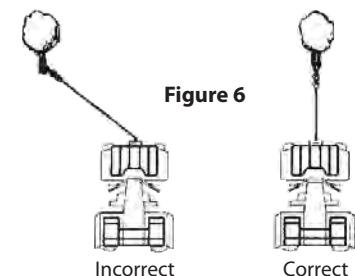

Figure 6
- ÉVITEZ DES TRACtIONS DE LONGUE DURÉE SOUS DES ANGLES EXTRêMES, ce qui pourrait provoquer l'accumulation du câble sur un seul côté du tambour (figure 6). Ceci pourrait coincer le câble sur le treuil et endommager l'un ou l'autre.